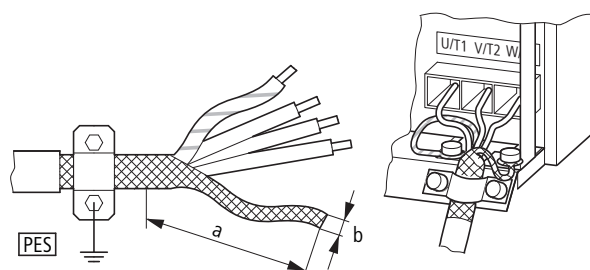

Рисунок 39: подсоединение кабеля со скрученной экранирующей оплеткой.
- ▶ Подключить экран на обоих концах кабеля к защитному заземлению, обеспечив большую площадь контакта поверхности (с охватом 360°) (PE)  $\oplus$ . Подключение к защитному заземлению для экранированных линий (PES) должно располагаться в непосредственной близости от преобразователя частоты и прямо на клеммной коробке двигателя.
- ▶ Оплетка на конце экрана должна оставаться целостной и неразмотанной. Ее можно закрепить защитной пластиковой трубкой или резиновой втулкой. В качестве альтернативы, дополнительно к используемому кабельному хомуту с большой площадью поверхности, можно скрутить экранирующую оплетку на конце кабеля и подсоединить к клемме защитного заземления. Для соответствия параметрам ЭМС длина данного скрученного участка оплетки должна быть минимальной (→ Рисунок 39).
В качестве альтернативы, дополнительно к используемому кабельному хомуту с большой площадью поверхности, можно скрутить экранирующую оплетку на конце кабеля и подсоединить к клемме защитного заземления. Для соответствия параметрам ЭМС длина данного скрученного участка оплетки должна быть минимальной (→ Рисунок 39, страница 68).